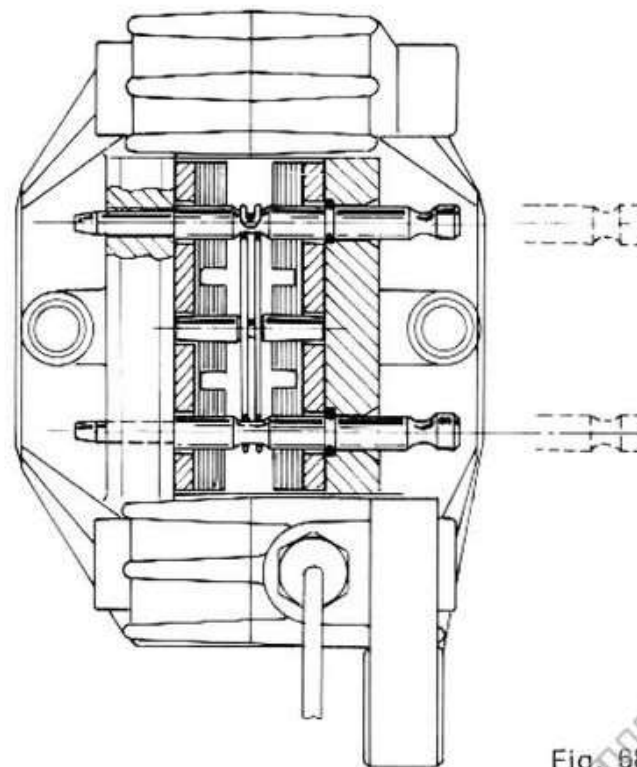

Fig. 68
- 7) Ogni 5.000 Km. di percorrenza è opportuno effettuare il controllo dell'usura delle pastiglie. Se lo spessore delle pastiglie è inferiore al limite d'usura di mm. 5,5 si rende necessaria la sostituzione procedendo nel seguente modo: Spingere i pistoncini verso l'interno delle semipinze, avendo cura di evitare danneggiamenti alle cuffie parapolvere; infilare nella pinza le pastiglie nuove, montare i perni di ritegno e la spina con la molla di posizionamento vedi (fig. 68). A pastiglie montate la quota dalla superficie frenante del disco alla relativa pastiglia deve essere di 0,2 mm. (fig. 69).